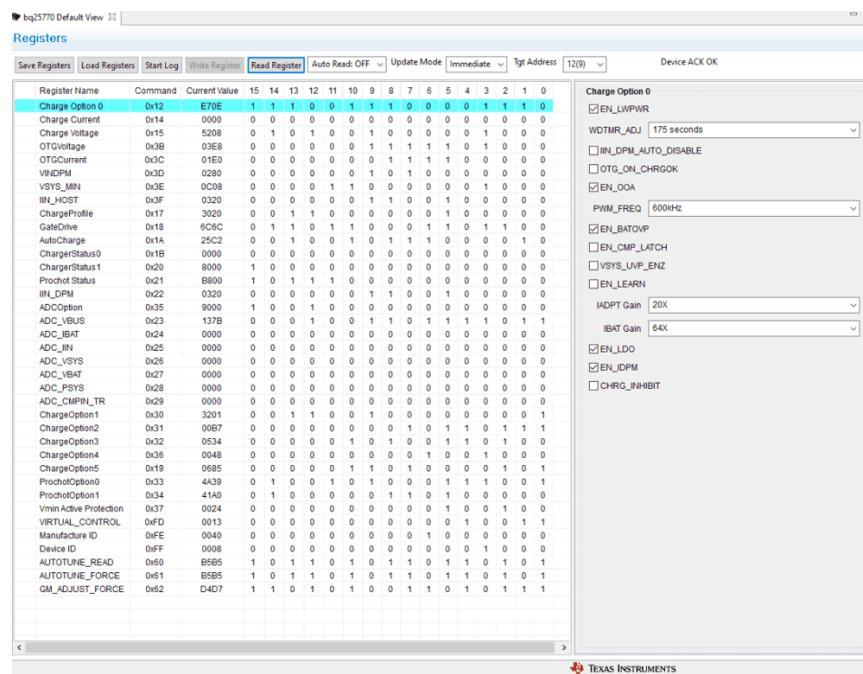

图 2-3. BQ2577x 评估软件的主窗口
c. 选择目标器件后，点击 *Read Register* 按钮，此时会显示图 2-3 中的界面。